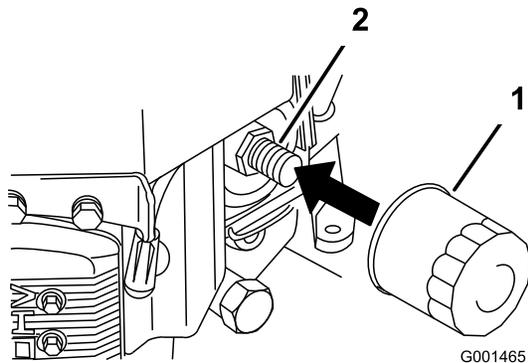

Figura 28
2. Togliete il filtro usato (Figura 28).
3. Spalmate un velo di olio nuovo sulla guarnizione di gomma del filtro di ricambio (Figura 28).
4. Montate il nuovo filtro dell'olio nell'adattatore, giratelo in senso orario finché la guarnizione di gomma non sfiora l'adattatore, quindi serrate il filtro di altri 3/4 di giro (Figura 28).